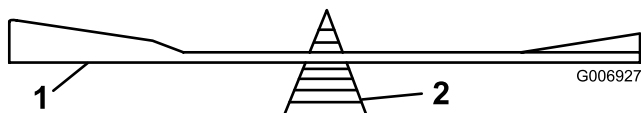

Figura 34
2. Controllate l'equilibrio della lama posizionandola su un bilanciatore (Figura 34). Se la lama rimane in posizione orizzontale, è bilanciata e può essere utilizzata. Se non è bilanciata, limate un po' di metallo sul retro della stessa. Ripetete l'operazione finché la lama non è perfettamente bilanciata.